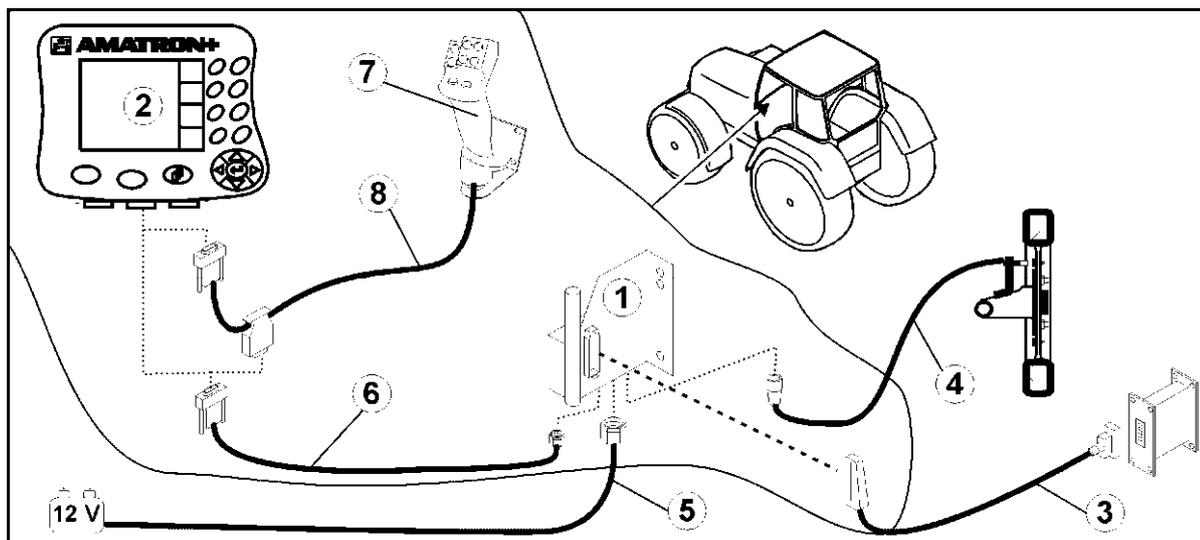
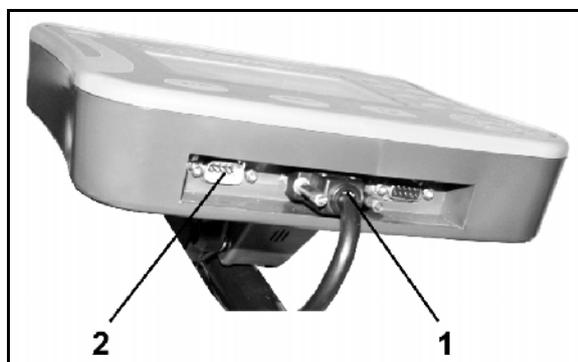

Fig. 1
Fig. 2
- Die Traktorgrundausrüstung (Fig. 1/1, Konsole mit Verteiler) muss im Sicht- und Griffbereich rechts vom Fahrer schwingungsfrei und elektrisch leitend an der Kabine montiert werden.
- Das Batterieanschlusskabel (Fig. 1/5).
- Signalkabel der Traktorsignal-Steckdose oder Wegstreckensensor (Fig. 1/4).
- Verbindungskabel zum AMATRON+ (Fig. 1/6).
- Den AMATRON+ (Fig. 1/2) auf die Traktorgrundausrüstung stecken.
- Den Stecker vom Verbindungskabel (Fig. 1/6) in die mittlere 9-polige Sub-D-Buchse (Fig. 2/1) einstecken.
- Die Maschine über den Maschinenstecker (Fig. 1/3) mit dem AMATRON+ verbinden.
Der Multifunktionsgriff (Fig. 1/7) wird über ein Y-Kabel (Fig. 1/8) angeschlossen.
- Die serielle Schnittstelle (Fig. 2/2) ermöglicht den Anschluss eines PDA.